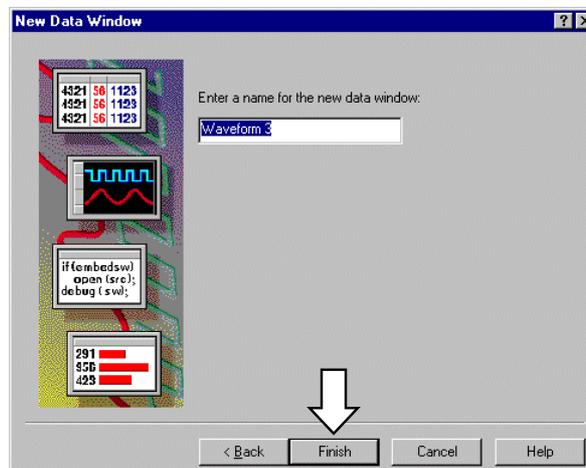

図 3-10 : データ・ウィンドウの名前を定義するためのダイアログ・ボックス
4. 図 3-10 のダイアログ・ボックスが現れるので、必要に応じてデータ・ウィンドウの名前を入力（ここでは Waveform 3）し、<Finish>ボタンをクリックして[New Data Window]ウィザードを終了します。